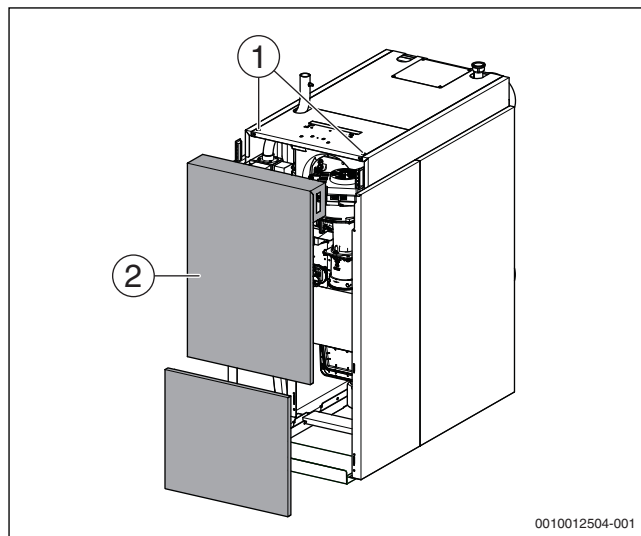

Рис. 32 Снятие передней стенки
- ▶ Поверните стопорные винты (→ рис. 32, [1]) на верхней стороне котла подходящим инструментом против часовой стрелки и разблокируйте переднюю стенку котла.
- ▶ Наклоните переднюю стенку котла (→ рис. 32, [2]) вперёд и поднимите вверх из нижней направляющей.